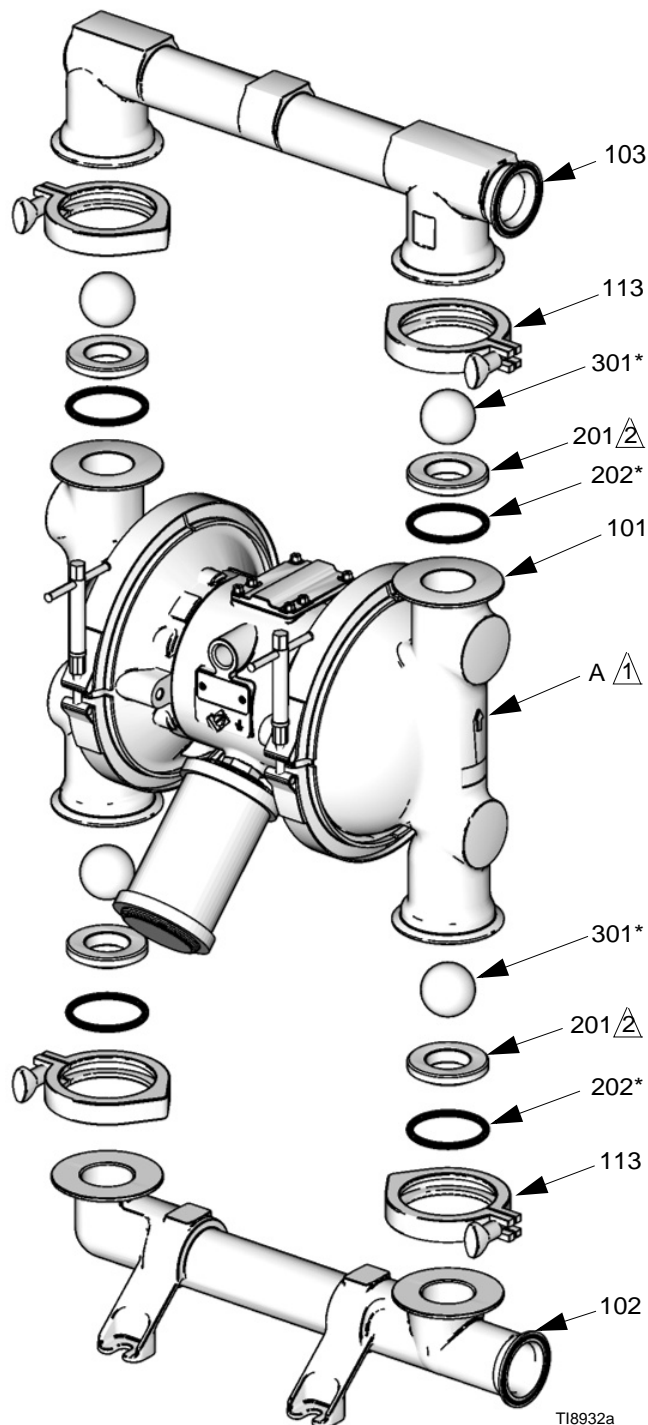

Fig. 9
- Per garantire un buon montaggio delle sfere (301), ispezionare sempre le sedi (201) quando si sostituiscono le sfere. Sostituire le sedi se necessario se la superficie mostra segni di usura. Sostituire inoltre gli anelli di tenuta (202) se necessario. Gli anelli di tenuta in PTFE dovrebbero essere sostituiti ogni volta che si rimuovono i collettori.
3. Rimuovere i morsetti (106) che tengono il collettore di uscita (103) ai coperchi del fluido (101). Fare riferimento alla FIG. 9.
4. Rimuovere gli anelli di tenuta (202), le sedi (201) e le sfere (301) dal collettore (103).
5. Girare la pompa e rimuovere il collettore di ingresso (102). Rimuovere gli anelli di tenuta (202), le sedi (201) e le sfere (301) dai coperchi del fluido (101).
2. Rimontare in ordine inverso, seguendo tutte le note in FIG. 9. Assicurarsi che le valvole di ritenzione a sfera e i collettori siano montati **esattamente** come indicato. Le frecce (A) sui coperchi del fluido (101) **devono** essere dirette verso l'uscita (103).
- ⚠ La freccia (A) deve puntare verso il collettore di uscita (103).
- ⚠ La superficie arrotondata della sede deve trovarsi di fronte alla sfera (301). La smussatura sul diametro esterno deve trovarsi di fronte all'anello di tenuta.